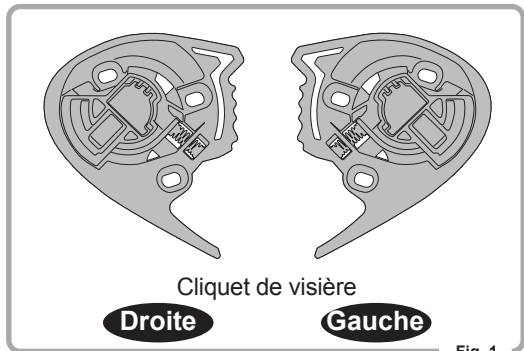

Fig. 1
1. Vérifiez le côté du cliquet de visière (Fig. 1)